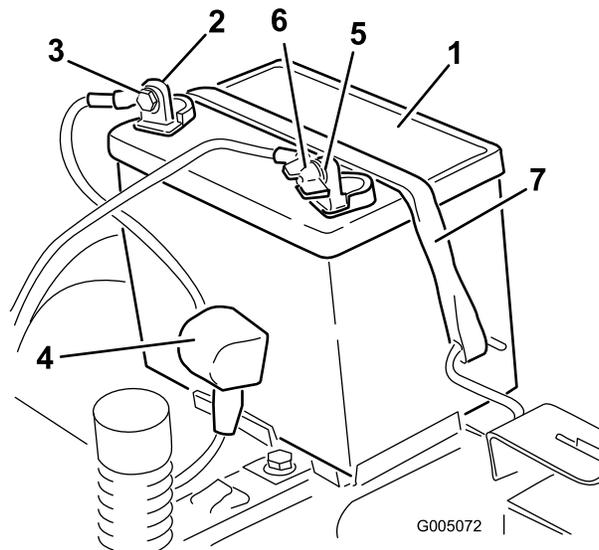

Figure 43
4. Débranchez le câble négatif (noir) de mise à la masse de la borne de la batterie (Figure 43).
6. Débranchez le câble positif (rouge) de la borne de la batterie (Figure 43).
7. Déposez la barrette de maintien de la batterie (Figure 43) et soulevez la batterie de son support.
1. Placez la batterie sur son support (Figure 43).
5. Fixez la batterie en place à l'aide de la sangle de maintien (Figure 43).